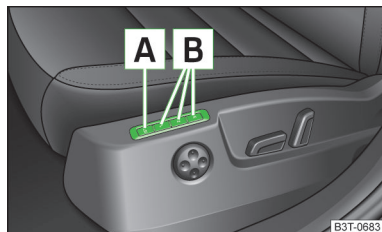

Fig. 56
La fonction de mémorisation de position du siège du conducteur permet de mémoriser des positions du siège du conducteur et des rétroviseurs extérieurs. Chacune des trois touches de mémorisation  » fig. 56 peut être affectée à un réglage différent.
- Appuyer sur la touche   » fig. 56.
- Appuyer sur la touche de mémorisation souhaitée  » fig. 56.
- Une fois le contact coupé, appuyer **brèvement** sur la touche de mémorisation souhaitée  » fig. 56.
- Appuyez sur une touche de mémorisation quelconque [B] » fig. 56 à la page 70 et la maintenir enfoncée. Une fois que le siège a pris la position mémorisée sous la touche correspondante, appuyez simultanément sur la touche [C] de la clé à radiocommande dans un laps de 10 secondes.
- Appuyer sur la touche [SET] [A] » fig. 56 à la page 70 et la maintenir enfoncée. Appuyez simultanément sur la touche [C] de la clé à télécommande dans un laps de 10 secondes.